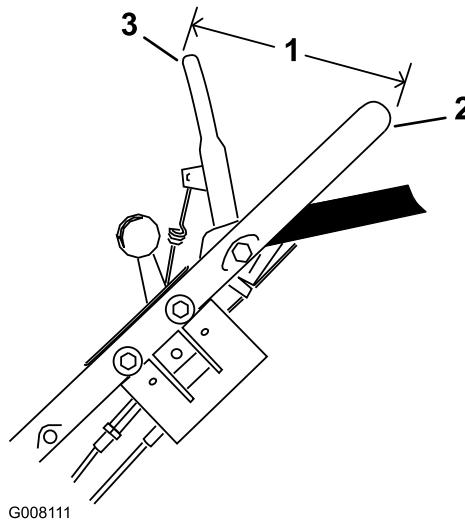

Figure 29
6. Maintenez la barre de commande de la lame de sorte que **l'extérieur** se trouve à 14 cm (5,5 pouces) de **l'extérieur** du guidon, puis tirez sur le câble pour éliminer le mou, mais sans tendre le ressort (Figure 29).